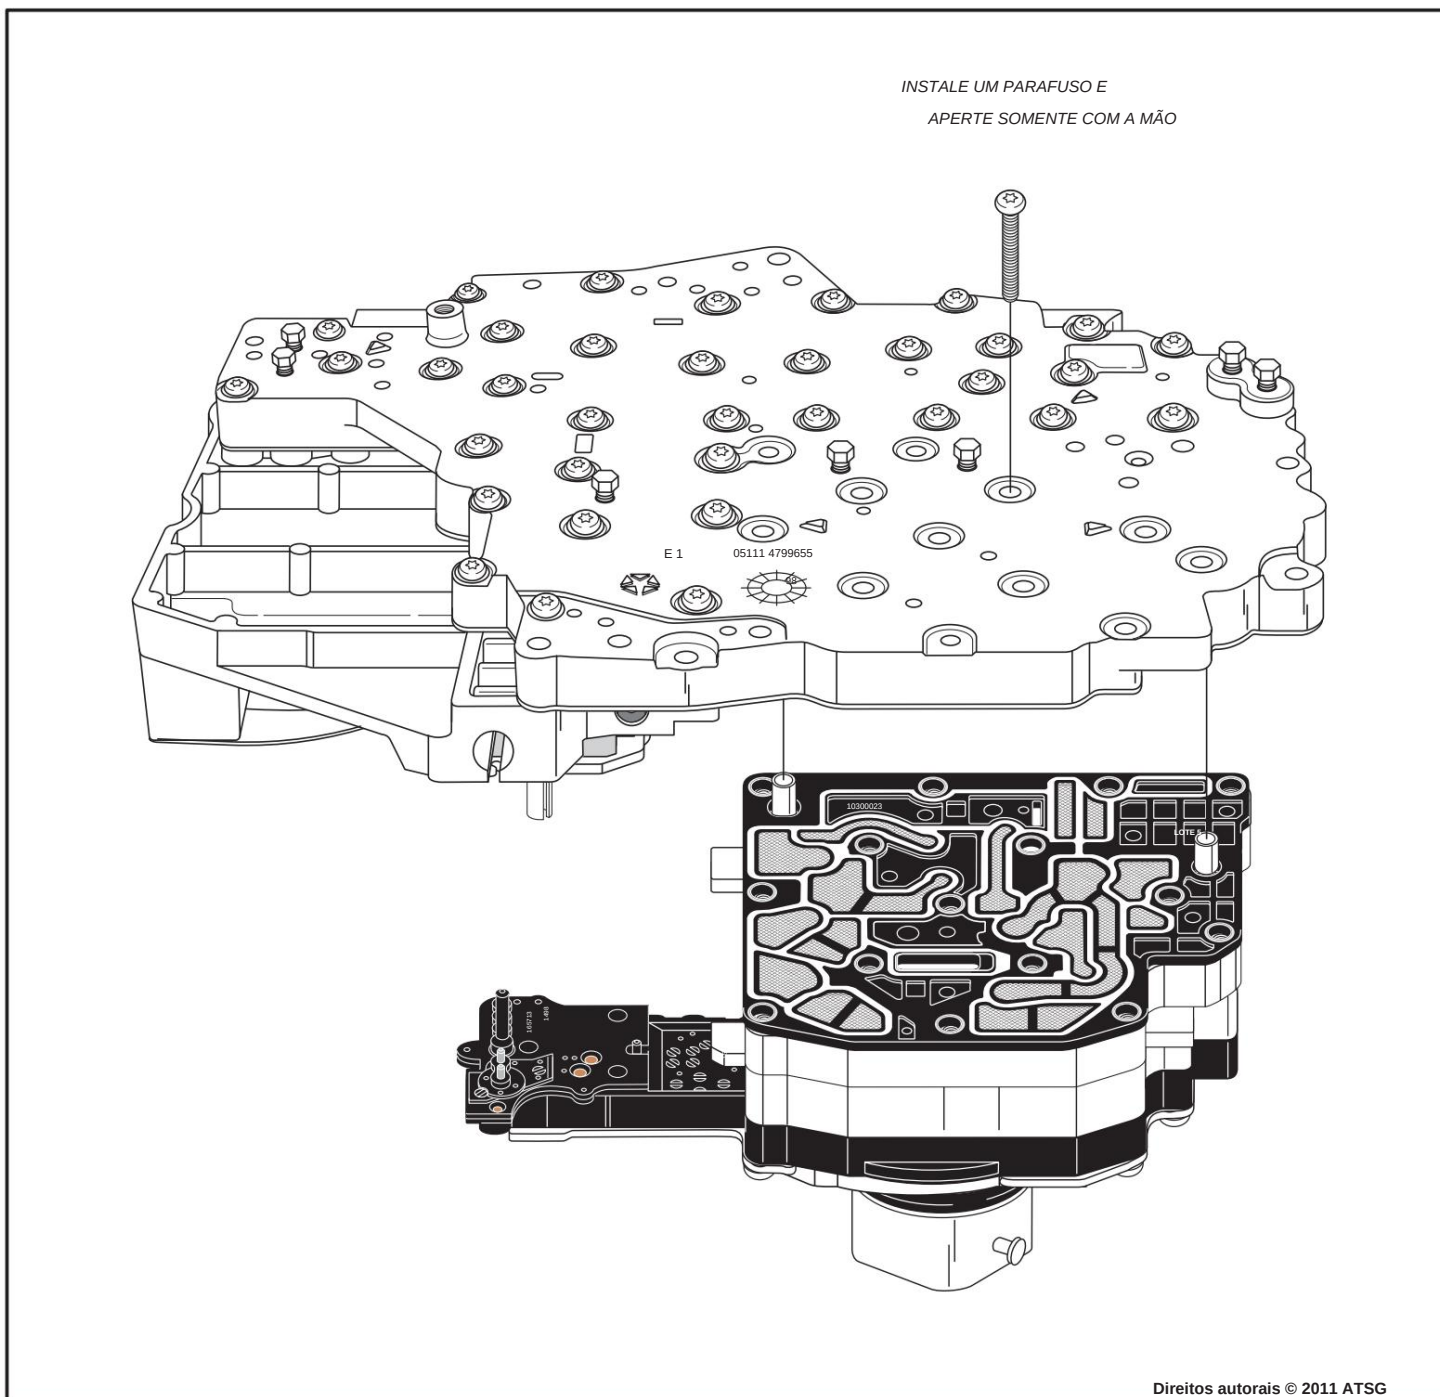

Figura 134
25. Instale o conjunto TRS/Solenoid Pack na placa de transferência, conforme mostrado na Figura 134.
26. Instale um parafuso e aperte apenas com a mão, conforme mostrado na Figura 134.